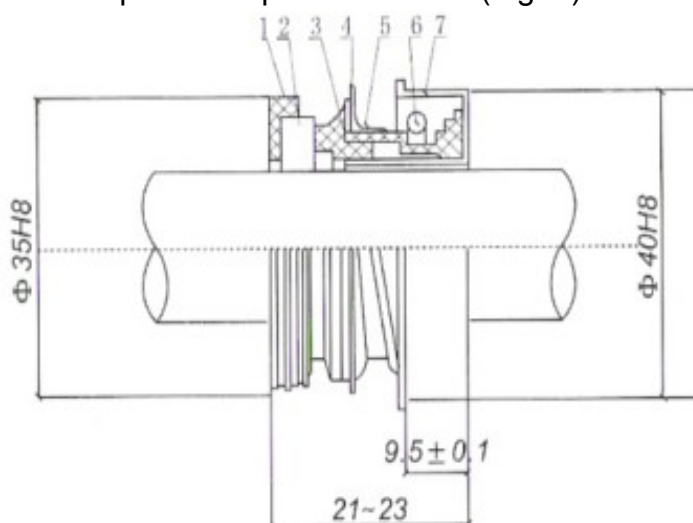

Fig. 2 – Diagrama etanșării masinii
- Când schimbați garniturile pompei, asigurați-vă că ați aplicat un adeziv în locul unde se face conexiunea dintre fragmentul de oțel nr 7 și carcasa pompei. Când ați fixat nu loviți cu putere pentru a preveni ruperea în bucăți.(Fig. 2)